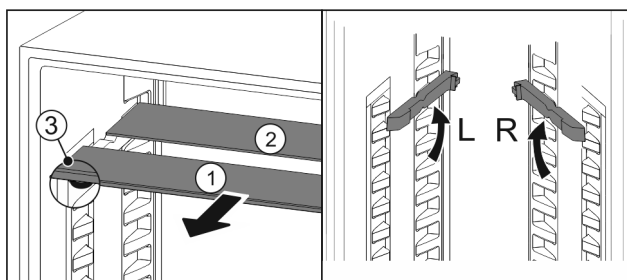

Fig. 188
- ▶ Ištraukite Fig. 188 (1) stiklines lentynėles po vieną į priekį.
- ▶ Stiklinė plokštė Fig. 188 (1) su apdailos juostele yra priekyje.
- ▶ Stabdikliai Fig. 188 (3) nukreipti žemyn.